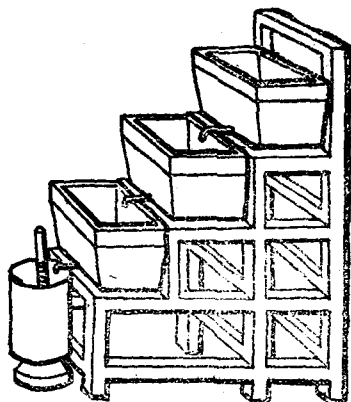

图 1-3 铜壶滴漏
(1) 铜壶滴漏 这是我国古代著名的水钟，由 4 只铜制方壶自上而下依次叠置，用细微水流来抬高木制浮标而计时，见图 1-3 所示。